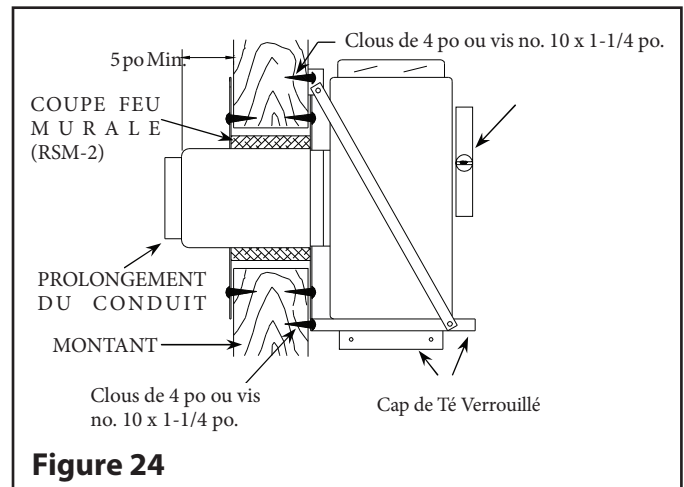

Figure 24
Étape 4 : Cette étape nécessitera d'être effectuée par 2 personnes : (voir **Figure 24**). Insérez la longueur de cheminée de cet ensemble dans le trou du mur. En utilisant un niveau, veillez bien à ce que le té soit vertical, puis attachez le support au mur à l'aide de (8) vis à bois no. 10 x 1 - 1/4 po ou clous torsadés de 4 po.